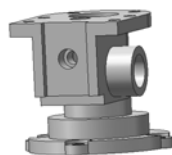

图 7-117 正面 M6 螺纹孔 1 参数设置
2) 添加孔。单击“特征”工具栏中的 （异型孔向导）按钮，或选择菜单栏中的“插入”→“特征”→“孔”→“向导”命令，在弹出的“孔规格”属性管理器中选择普通螺纹孔，在“孔规格”面板的“大小”下拉列表框中选择“M6”规格，设置终止条件为“给定深度”，深度设为 18 mm，其他选项设置如图 7-117 所示。